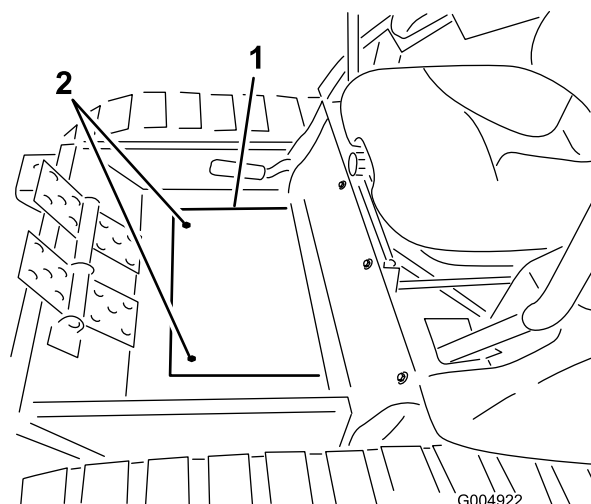

Figura 104
26. Rimuovete le 2 viti che fissano la copertura del pianale del telaio invernale al pianale e rimuovete il pianale (Figura 104).